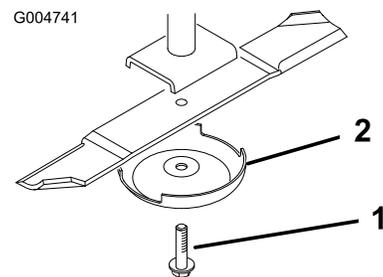

Figura 78
5. Retire del eje de la cuchilla el perno de la cuchilla, el protector de césped y la cuchilla (Figura 78).